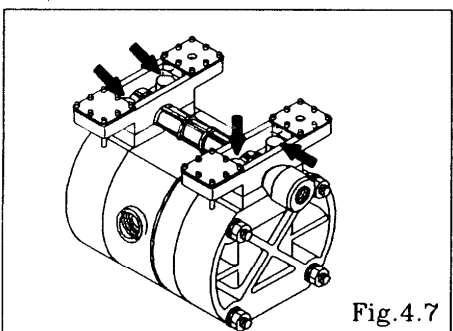

Fig. 4.7
- Invierta el conjunto del cuerpo principal. [Fig. 4.7]
- Retire los 4 pernos retenedores del colector de entrada y quite la base y el colector de entrada. (NDP-15) [Fig. 4.7]